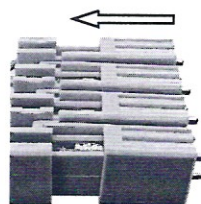

Рисунок 22 – Установка вставки 2
6.12 Надеть вставку 2 на вставку 1 (рис. 22).